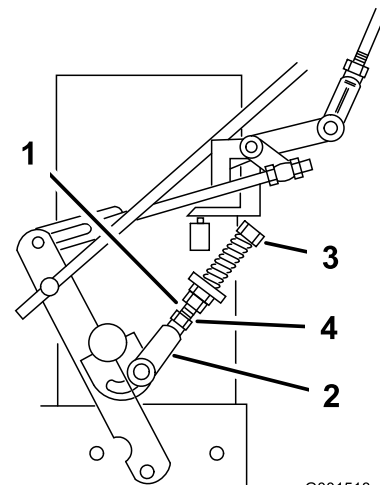

Рисунок 29
9. Если колеса вращаются при удерживании рычага привода в НЕЙТРАЛЬНОМ положении, требуется регулировка рычажного механизма управления нейтральным положением (Рисунок 29).
10. Ослабьте гайку на вилке рычажного механизма управления нейтральным положением (Рисунок 29).
11. Отрегулируйте рычажный механизм управления нейтральным положением так, чтобы ведущие колеса останавливались, когда рычаг привода прижимается к пружине нейтрального положения (НЕЙТРАЛЬНОЕ положение), как показано на Рисунок 29.
часовой стрелке, если колесо вращается в обратном направлении. Поверните болт приблизительно на 1/4 оборота против часовой стрелки, если колесо вращается в прямом направлении (Рисунок 29).